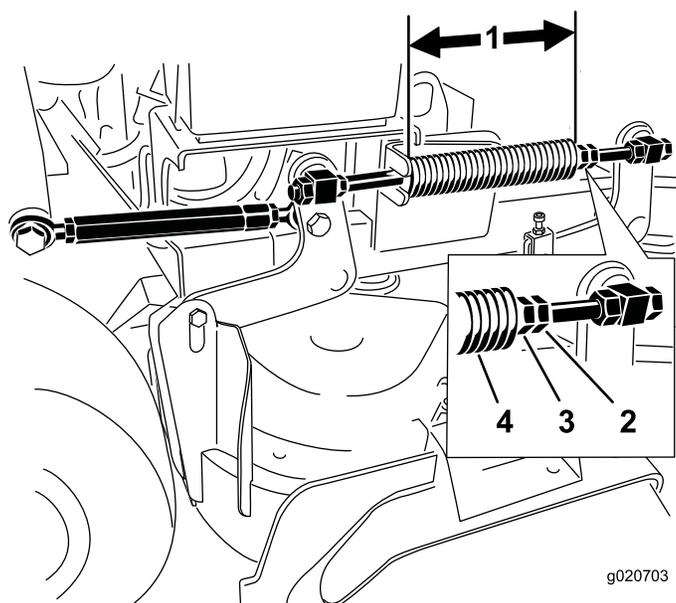

Figura 88
Nota: La longitud nominal es de 28,2 cm para carcasas de corte de 91 cm y de 25,7 cm para carcasas de corte de 102 cm (**Figura 88**).
3. Ajuste esta distancia aflojando la contratuerca elástica y girando la tuerca que está delante de cada muelle (**Figura 88**).
4. Fije la tuerca en la posición deseada apretando la contratuerca elástica (**Figura 88**).